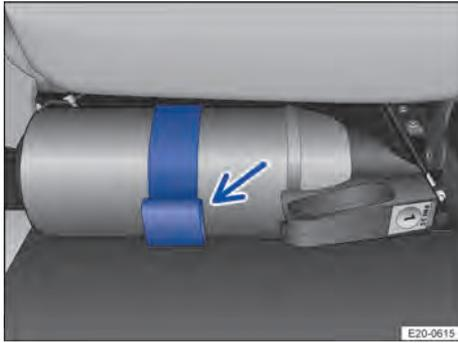

Fig. 44 Debajo del asiento del acompañante: soporte con extintor (representación esquemática).
- Abra la lengüeta del soporte y retire el extintor → fig. 44 (flecha).